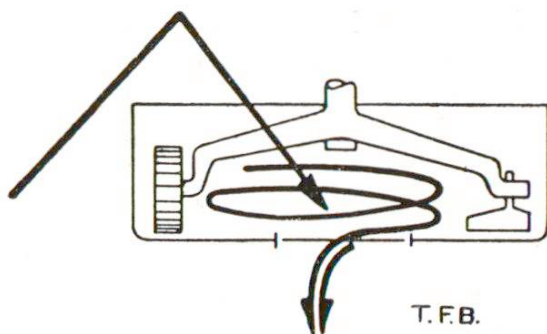

Fig. 2 Malaxeur à roulement à une auge
Exemples: Malaxeurs à cuve simple ou double (fig. 2 et 3). Application dans l'industrie des produits en ciment et des pierres artificielles. Mélange rapide et intense surtout pour les consistances terre humide. Les outils fonctionnent comme les sabots d'une charrue; il en résulte une répartition favorable des composants grossiers et des particules fines (peu de démélange). Durée de malaxage: minimum 30 secondes.
G. Garbotz & O. Graf: Essais de rendement de bétonnières. Edition VDI, 1931 (dont les fig. 2—5 ont été empruntées).